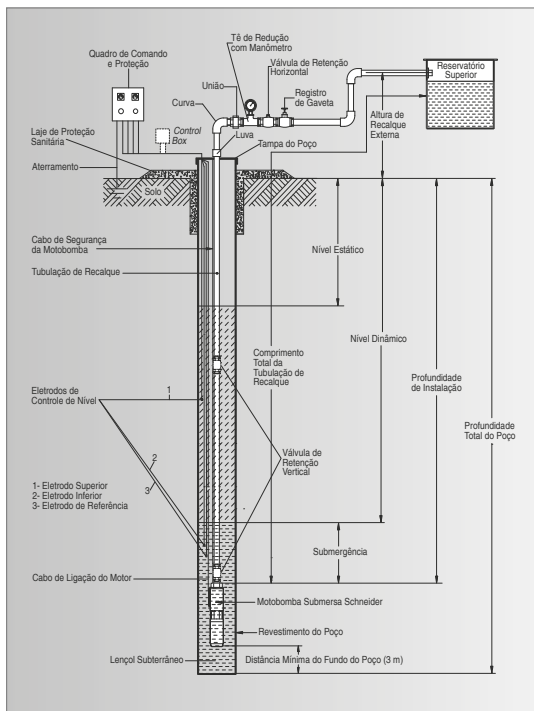

Figura 3: Esquema típico de instalação
- A motobomba nunca deverá trabalhar a seco (sem água), pois a ausência de água no interior da motobomba, mesmo que por alguns segundos, causa danos ao produto e a perda da garantia. Para evitar que a bomba trabalhe a seco, recomenda-se o uso de eletrodos de nível, conforme figura 3.